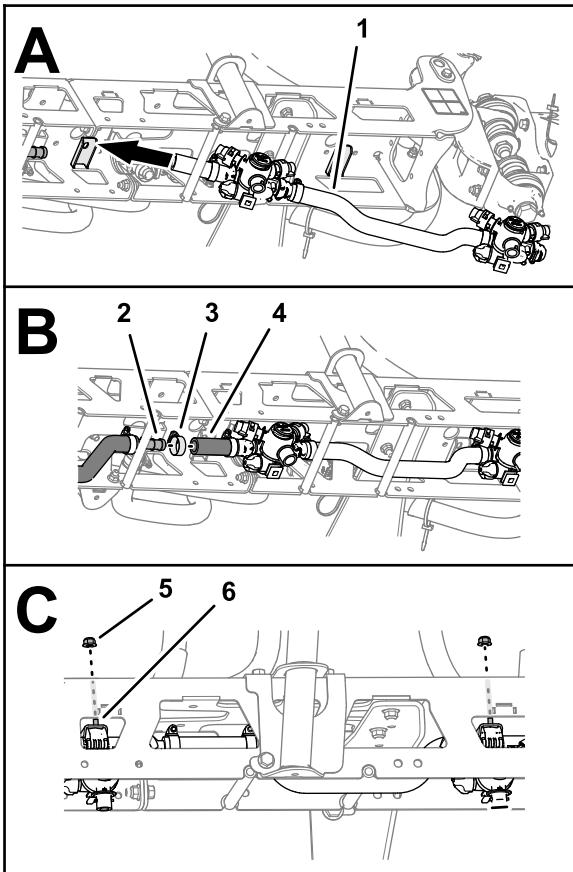

Figure 113
1. Montez l'ensemble débitmètre/tourelle de buse que vous avez marqué comme Débitmètre/Tourelle de buse C2 et C3 sur la section de pulvérisation centrale, comme montré à la Figure 113.
2. Fixez le raccord en T cannelé du flexible d'alimentation de section centrale dans le flexible court à l'extrémité intérieure de l'ensemble débitmètre/tourelle de buse C2 à l'aide d'un collier de serrage (Figure 113).
3. Insérez les boulons d'étrier de tourelle dans les trous des supports de buses, et fixez les ensembles buse/débitmètre aux supports (Figure 113) à l'aide de deux contre-écrous à embase (5/16").